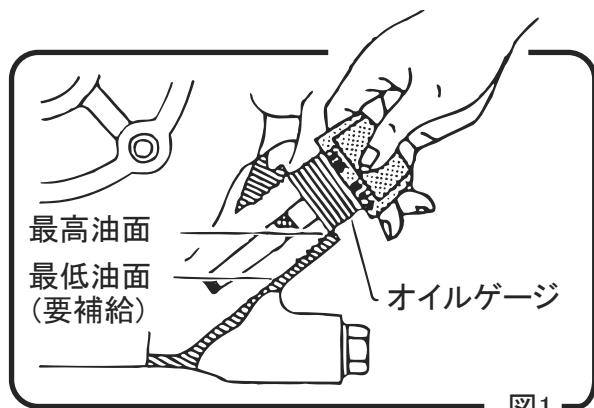

図1
- 6 エンジンを水平にして、オイルを点検し不足している場合は補充して下さい。エンジンオイルは下記のものを使用して下さい。(図1)